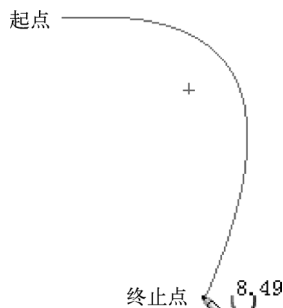

图 2-40 确定抛物线起点和终止点
STEP 4 移动鼠标在合适位置单击确定抛物线的起点位置,再移动鼠标并单击确定抛物线的终止点位置,如图 2-40 所示,抛物线绘制完成。